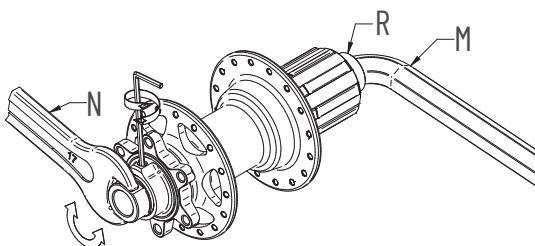

FIG. 6
- Inserite una chiave a brugola da 12 (M) sul lato destro del mozzo (Fig. 6).
- Bloccate lo scontro mobile (O) con chiave tradizionale (N) a 15 Nm (Fig. 6)
(H)(Fig. 6).
- Allentate il grano (I) con una chiave a brugola da 2mm (L)(Fig. 6).
- Richiudete il grano (I) a 1,5 Nm (Fig. 6).